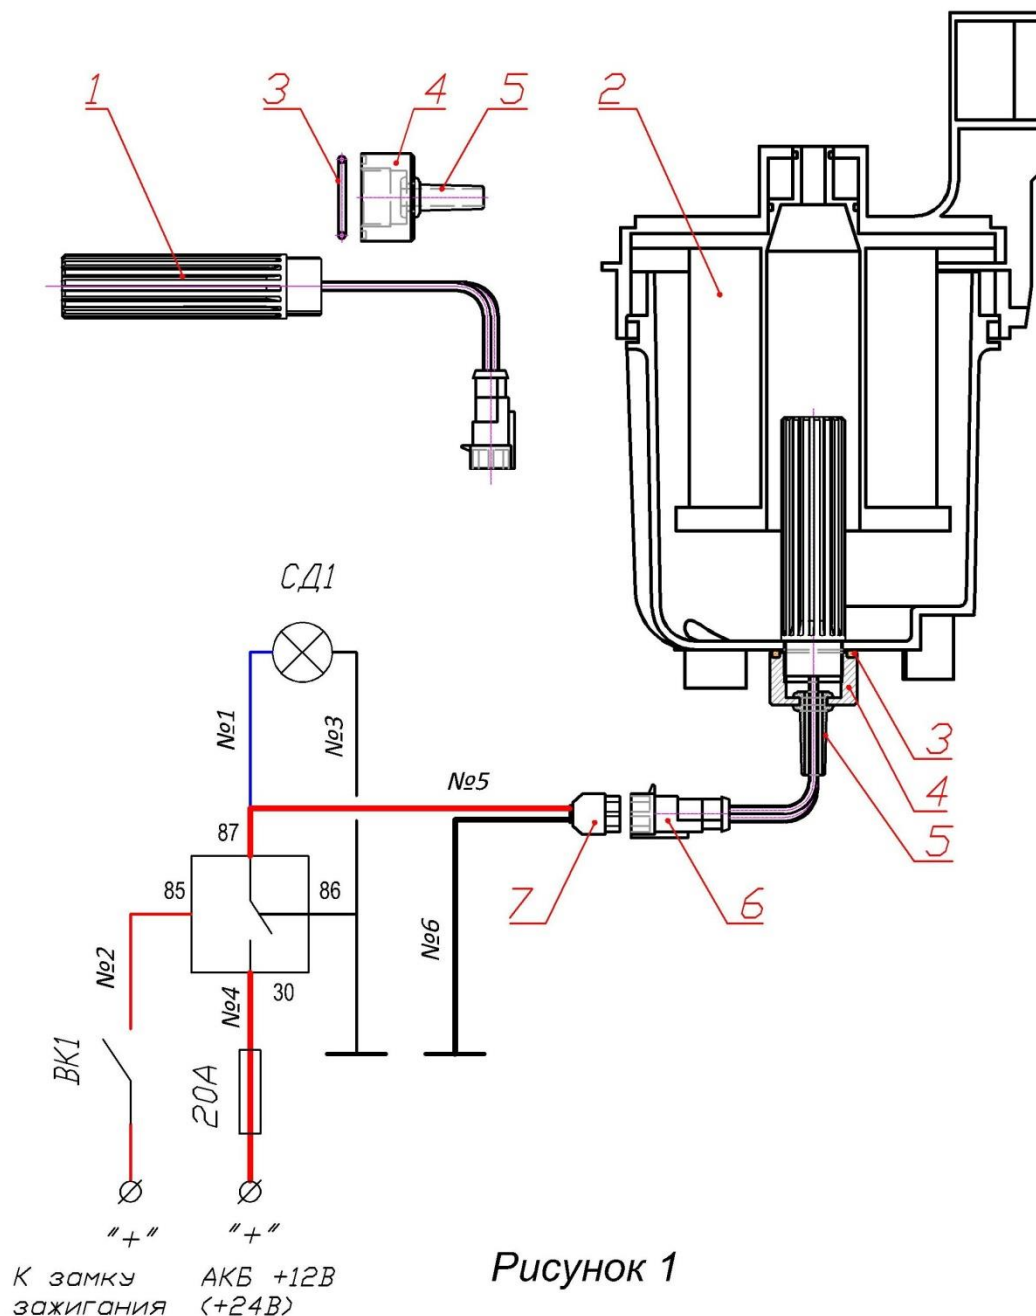

Рисунок 1
5.3 При монтаже подогревателя (см. рисунок 1):